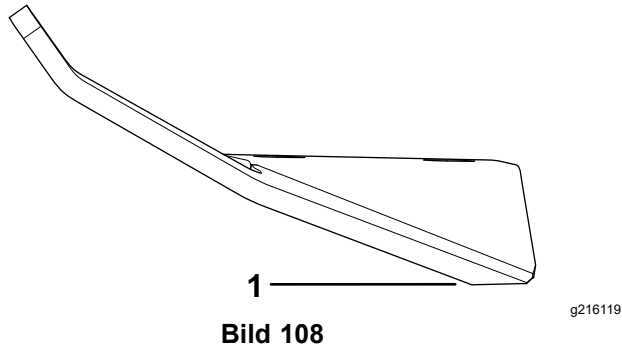

Bild 108
1. Schärfen Sie die Schnittkante an beiden Enden des Messers mit einer Feile oder einem Werkzeug zum Schärfen (Bild 108).
Hinweis: Wenn das Messer nicht ausgewuchtet ist, feilen Sie etwas Metall vom schweren Ende des Messers im Flügelbereich ab (Bild 108).